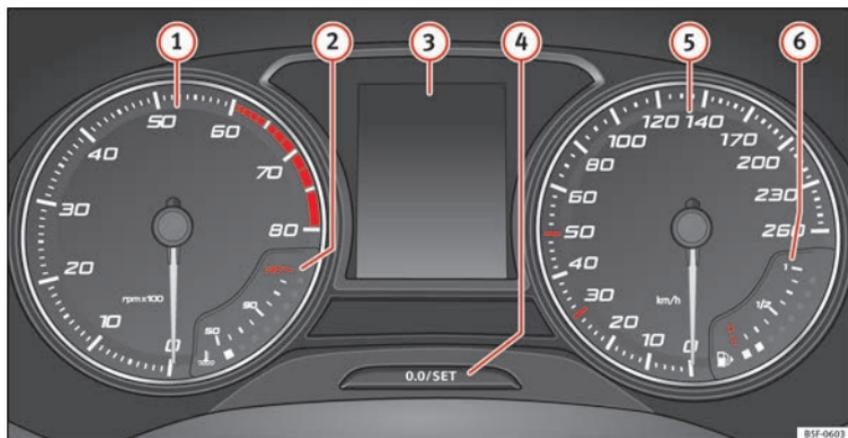

Abb. 121 Display des Kombi-Instruments in der Instrumententafel.
Der Drehzahlmesser zeigt die Motordrehzahl pro Minute an » **Abb. 121** ①.
Die Nadel des Drehzahlmessers ① » **Abb. 121** darf den roten Bereich nur für einen kurzen Moment erreichen, andernfalls besteht die Gefahr eines Motorschadens.
Beim Einschalten der Zündung können im Display des Kombiinstrumentes » **Abb. 121** ③ je nach Fahrzeugausstattung verschiedene Informationen angezeigt werden:
- Drücken Sie kurz die Taste **» Abb. 121 ④**, um den Tageskilometerzähler auf 0 zurück zu setzen.
- Wenn Sie die Taste **④** drei Sekunden lang gedrückt halten, wird der vorherige Wert angezeigt.
- Zum Einstellen der Uhrzeit die Taste **» Abb. 121 ④** länger als 3 Sekunden gedrückt halten, um die Anzeige für Stunden oder Minuten auszuwählen.
- Zur weiteren Einstellung den oberen bzw. unteren Bereich der Taste **④** drücken. Zum Schnelldurchlauf gedrückt halten.
- Erneut die Taste **④** drücken, um die Einstellung der Uhrzeit abzuschließen.
Die Taste **» Abb. 121 ④** länger als 15 Sekunden gedrückt halten, um die Motorkennbuchstaben (MKB) des Fahrzeugs anzuzeigen. Dazu muss die Zündung ein- und der Motor ausgeschaltet sein.
Die Kühlmitteltemperaturanzeige **(2)** » **Abb. 121** arbeitet nur bei eingeschalteter Zündung. Um Motorschäden zu vermeiden, beachten Sie bitte die folgenden Hinweise zu den Temperaturbereichen.